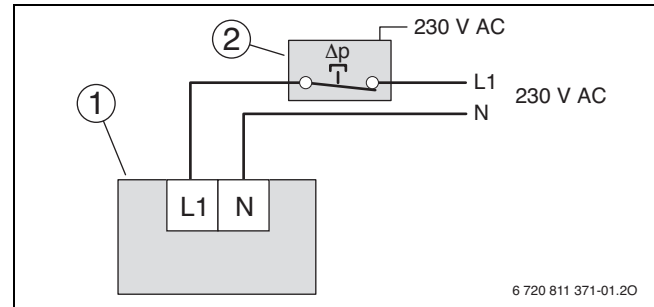

Bild 57 Anschluss Differenzdruckwächter in elektrischer Leitung
- Anschluss zwischen dem Lüftungsgerät und dem Netzanschluss (→ Tabelle 11 und Bild 57)